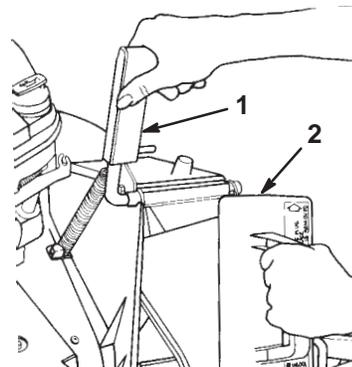

Figure 7
- Ouvrez le volet d'éjection en tirant sur la poignée pour la reculer (Fig. 7). Maintenez la poignée en position d'ouverture pour empêcher le ressort de refermer le volet pendant l'insertion de l'obturateur.
- L'obturateur étant légèrement plus large que l'ouverture de l'éjecteur, tournez-le légèrement dans le sens horaire lors de l'insertion (Fig. 7).